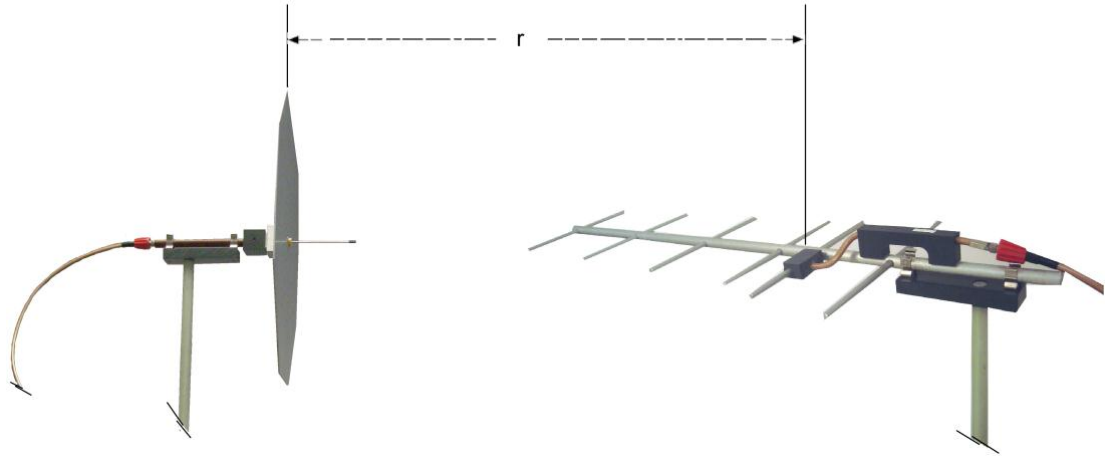

Figura 6.8 Distancia r entre las antenas.
G. Separé las antenas una distancia $r=1.30\text{m}$, luego ajústalas para que queden enfrentadas y a la misma altura.(ver Figura 6.8)